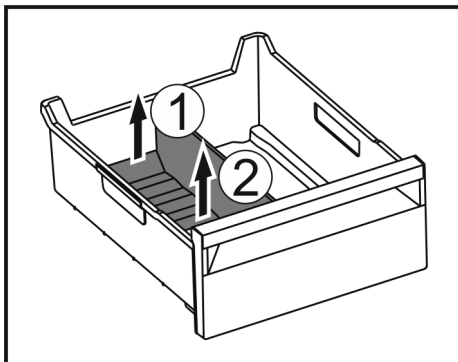

Fig. 120
► 提升冰格分隔器后部。 Fig. 120 (1)
► 向上取出冰格分隔器。 Fig. 120 (2)